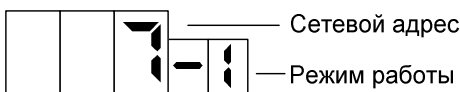

Рисунок 3
– отображение сетевого адреса, режима работы и ID-номера рукава (рисунок 3);